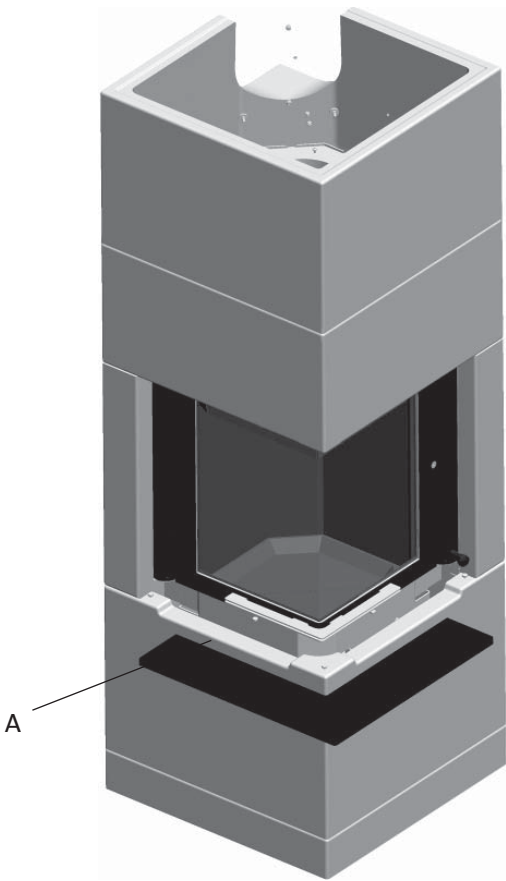

Fig.12
10. Setzen Sie die Abdeckung (**Abb. 12 A**) über die Außenluftaussparung, da kein Außenluftanschluss verwendet wird. Nutzen Sie Acrylklebstoff zum Befestigen.